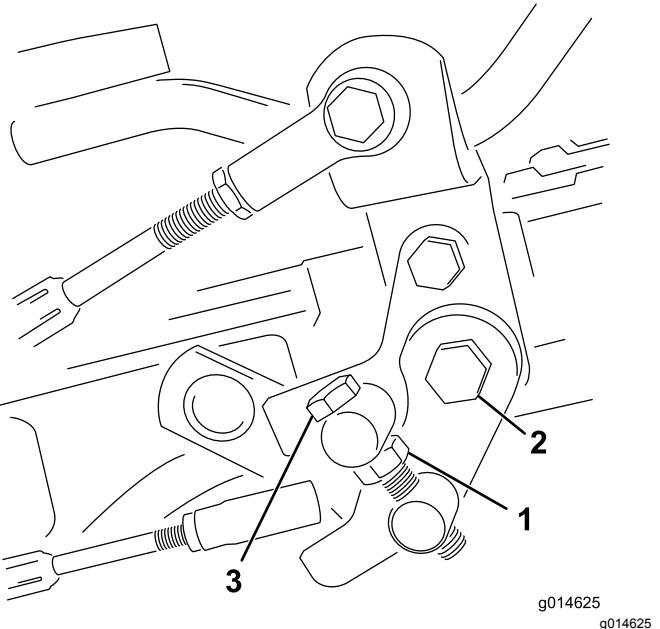

图48
1. 松开枢轴螺栓上的锁紧螺母图48。
4. 上紧枢轴螺栓上的锁紧螺母和踏板枢轴上的螺母锁定调整图48。检查调整情况、并按需要调整。